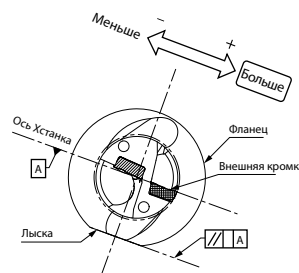

Рис. 2. Наружная пластина обращена вверх
2. Чтобы сделать диаметр отверстия больше, переместите сверло по оси X в сторону наружной пластины (Рис. 2, Рис. 3). Чтобы сделать диаметр отверстия меньше, переместите сверло по оси X в противоположном направлении. Такое перемещение оси называют смещением. Следите за тем, чтобы диаметр отверстия не был меньше диаметра сверла на 0,2 мм и более. В противном случае корпус будет затирать просверленное отверстие (Рис. 4). Пример: при использовании сверла $\varnothing 20$ диаметр отверстия должен составлять как минимум 19,8 мм.